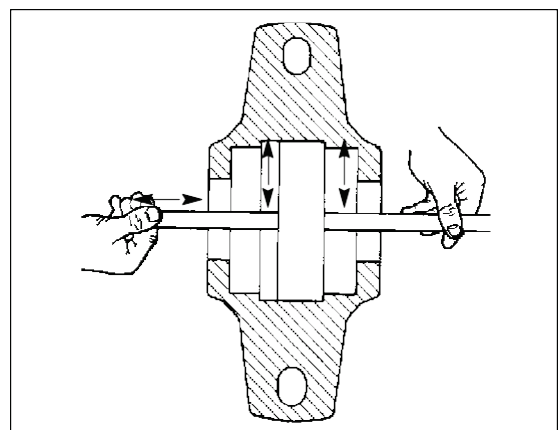

Fig. 8c. Måling af afstanden
2. Fjern fastgørelsesboltene M10 (7) og de øvre lejhuse (6).
5. Bøj sikringsringens klo (3) ud af hakket på akselmøtrikken, og åbn akselmøtrikken.
6. Fjern afstandsringen (3), hvis lejet befinder sig på indfødningstragts side.
7. Mål den radiale afstand på toppen af lejet mellem valserne og den ydre ring med en følelære. Afstanden skal være 0,02-0,03 mm (0,008-0,012"). Mål afstanden ved at skubbe følebladet mellem valserne (punkt A, fig. 8b.) gennem lejet og derefter bevæge følebladet frem og tilbage mellem valserne og den udvendige ring, jf. fig. 8c. Tryk ikke følelæren gennem åbningen.
8. Hvis afstanden er større end 0,03 mm, skal kloen på sikringsringen (2) bøjes ud af hakket på akselmøtrikken (1).
12. Monter det øvre lejehus, og spænd boltene (6) til 50 Nm (36 7/8 lbf).